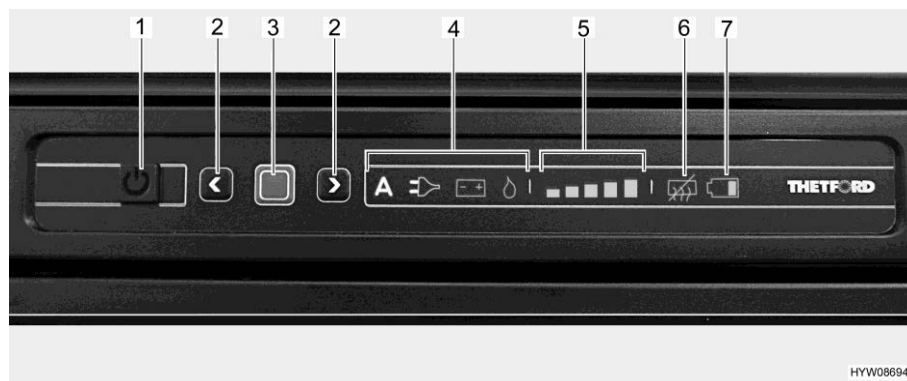

Fig. 256 Quadro comandi LED (frigorifero Thetford)
- Premere il tasto On/Off (Fig. 256,1) per 1 secondo. Il tasto si illumina di verde. Dopo circa 10 secondi, l'indicatore viene attenuato per risparmiare energia.
- Premere il tasto di conferma (Fig. 256,3). Viene visualizzata l'ultima modalità di funzionamento selezionata.
- Premere il tasto di conferma (Fig. 256,3) per circa 2 secondi. I simboli della modalità di funzionamento lampeggiano.
- Selezione manuale dell'energia: Selezionare le fonti di energia desiderate con i tasti freccia (Fig. 256,2).
- Sistema automatico di selezione di energia (solo per modelli con selezione automatica dell'energia): Selezionare la modalità di funzionamento "A" con i tasti freccia (Fig. 256,2).
- Confermare la scelta con il tasto di conferma (Fig. 256,3).
- Premere nuovamente il tasto di conferma (Fig. 256,3). L'indicatore del livello di refrigerazione (Fig. 256,5) lampeggia.
- Per modificare l'impostazione, premere i tasti freccia (Fig. 256,2) fino a visualizzare l'impostazione desiderata.
- Premere il tasto On/Off (Fig. 256,1) per circa 2 secondi. Tutte le spie si spengono. Il frigorifero è spento.
Dopo l'accensione il frigorifero seleziona automaticamente la regolazione del termostato selezionata per ultima. Questa impostazione può essere modificata manualmente con i tasti freccia (Fig. 256,2). Ci vogliono alcune ore prima che il frigorifero raggiunga la temperatura normale di esercizio. Quando si commuta a un'altra modalità di funzionamento, la regolazione sul termostato viene mantenuta.